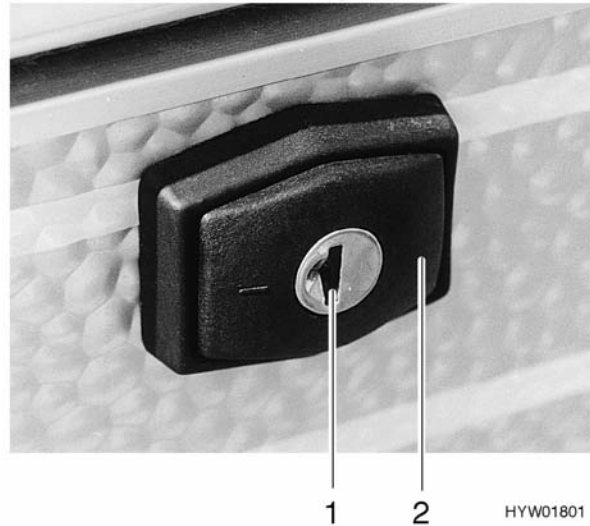

Bild 14 Klappenschloß, verschlossen
- ▷ Bei Regen kann Wasser in das geöffnete Klappenschloß eindringen. Deshalb den Schloßgriff (14,2) wie auf Bild 14 abgebildet schließen.